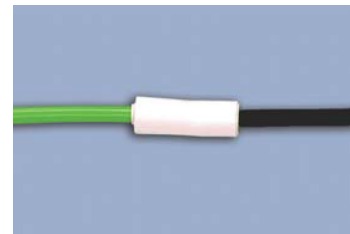

Bild 1
- Absetzstelle mit Schrumpfschlauch, dabei auf angepasste Temperatur des Heißluftgebläses achten, oder mit Gewebeband o. dgl. umwickeln (**Bild 1**).